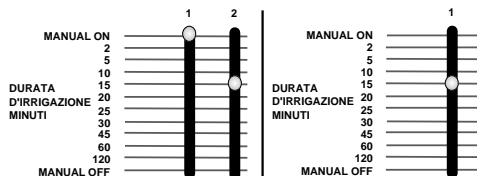

FIGURA 14: Riego manual en la unidad 1 utilizando el graduador deslizante.
- En primer lugar, sitúe el graduador deslizante en la posición **MANUAL ON** (manual activado), es decir, en el extremo superior, y a continuación vuelva a situarlo en un valor de duración cualquiera. Por ejemplo, si desea regar en una unidad determinada durante 15 minutos, deslice el graduador hasta la posición **MANUAL ON** y después hasta la posición correspondiente a los 15 minutos [Vea la Figura 14].